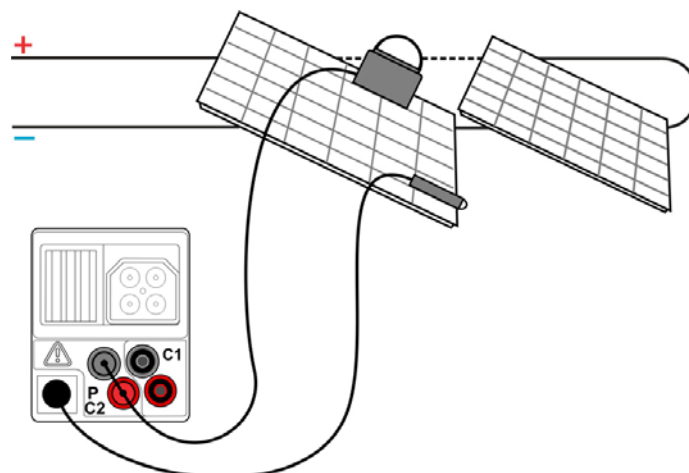

Abbildung 6.13: Messung der Umgebungsparameter
- ❑ **Schließen Sie** die Umgebungssensoren an das Messgerät an (siehe Abbildung 6.13)
- ❑ Schließen Sie das Prüfstück an (siehe Abbildung 6.13).